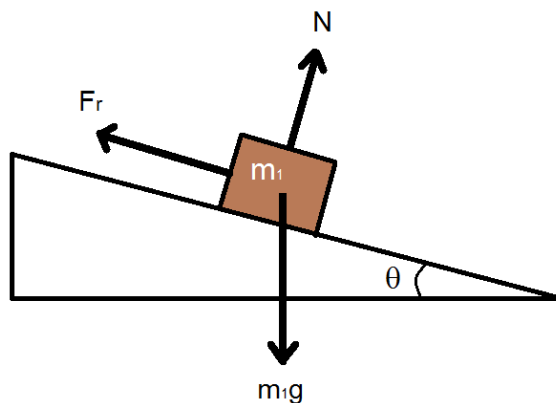

FIGURA 1
Del diagrama de fuerzas de la figura 1, se obtienen
- haga el montaje de la figura 1